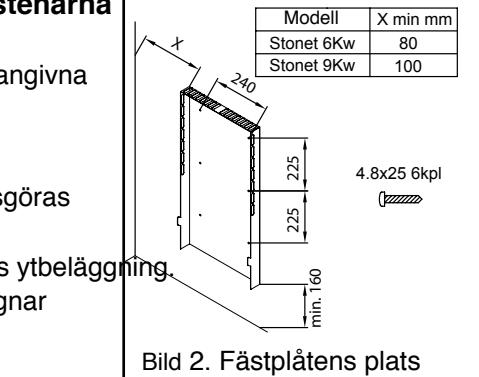

Bild 2. Fästplåtens plats
- Installera givaren på det område som bild 2 visar.